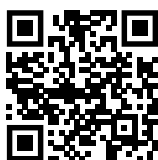

Fig. 151
- ▶ Otvorite Liebherr SmartMonitoring Dashboard. (pogledajte Fig. 151)